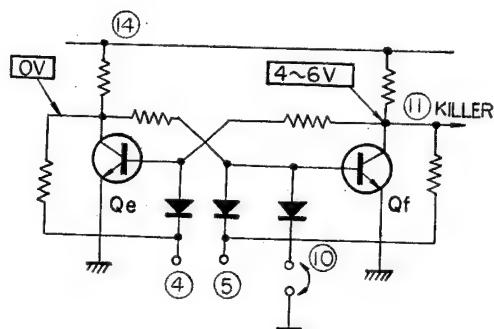

Fig. 1-12
Si l'on obtient une tension de 4 à 6 V au point (11), le circuit intégré fonctionne correctement (voir figure 1-12).
If 4 to 6V can be obtained at terminal (11), IC operates correctly. (Refer to Fig. 1-12.)